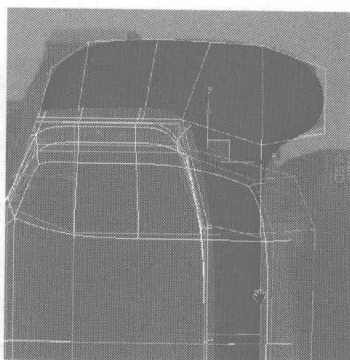

图 6.38
- 26** 在 Edit Polygons 卷展栏中单击 **Extrude** 右侧的小按钮，在弹出的对话框中依照默认参数值进行设置，挤压该面，然后在 Left 视图将面向上移动少许，如图 6.38 所示，制作出硬朗的连接面。